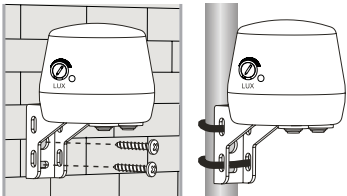

Fig. 8
- 5. Este producto se puede montar con tornillos a una pared o atado a un poste (como un poste eléctrico, pilar de madera, etc.) con la cubierta superior hacia arriba (Vea la fig. 8).
- 5. This product can be mounted on wall with screws or tied on a pole (such as electric pole, wood pillar, etc.) with the top cover up (See fig. 8).